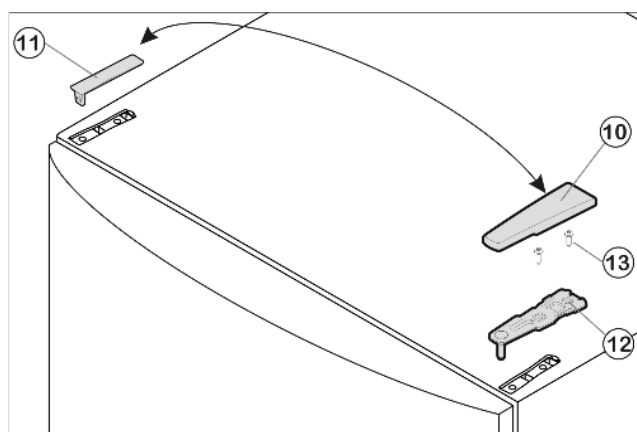

Fig. 4
- Стяните крышку крышку Fig. 4 (10) вперёд и снимите крышку Fig. 4 (11).
- Открутите верхнюю опорную подставку Fig. 4 (12) (2 шт. Torx 25) Fig. 4 (13) и вытяните вверх.
- Установите дверь сверху на опорный палец (22).
- Установите верхний опорный кронштейн Fig. 4 (12) на новой стороне шарнира так, чтобы он защелкнулся в дверце.
- Прикрутите опорный кронштейн Fig. 4 (12) (2 шт. Torx 25) Fig. 4 (13). При необходимости просверлите отверстия или используйте аккумуляторную отвертку.
- Защёлкните крышку Fig. 4 (10) и крышку Fig. 4 (11) на противоположной стороне.
- При необходимости выровняйте дверцу через два продольных паза в опорном кронштейне (23) параллельно корпусу устройства, затем затяните винты.